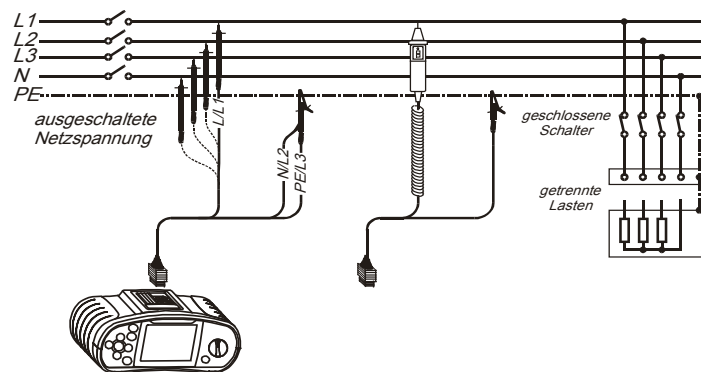

Abb. 5.2: Anschluss des Universalprüfkabels und der Taster-Prüfspitze
**Schritt 3** Schließen Sie das Prüfkabel an die zu prüfende Komponente an. Befolgen Sie zur Durchführung der Isolationswiderstandsmessung den Anschlussplan in Abb. 5.2. Benutzen Sie bei Bedarf die **Hilfe**-Funktion.